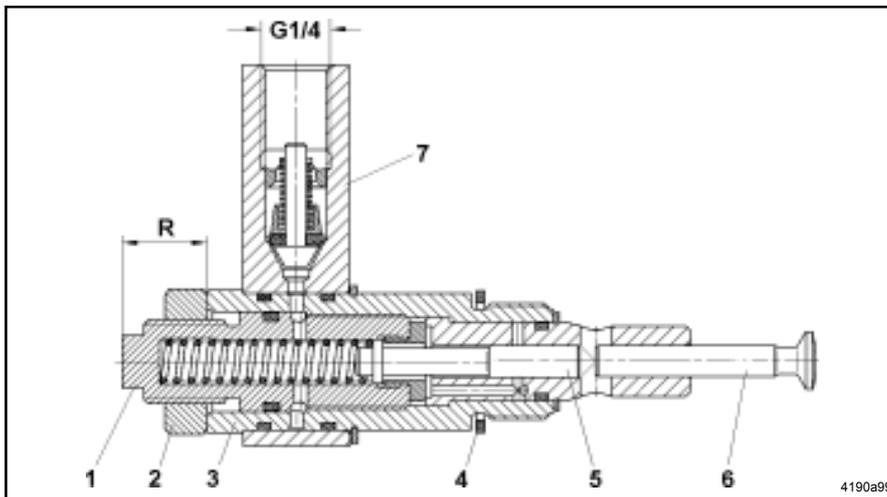

Abb. 4 - Pumpenelement mit Schnittbild
- * Die Gegenmutter (Pos 2, Abb. 4) lockern, dabei die Einschraubhülse (Pos. 3) mit einem zweiten Schlüssel festhalten.
- Das Maß "R" in Abb. 4 gibt die ungefähre Größe der Fördermenge an:
- * Nach der Einstellung Gegenmutter (2) kontern. **Anzugsdrehmoment max. 12 Nm.**
- * Kontrollieren, ob Pumpenelement mit Dichtung versehen ist (siehe Pos. 4, Abb. 4).
- * Das Pumpenelement zunächst von Hand einschrauben und dann mit einem Gabelschlüssel am Einschraubzapfen (Pos. 3, Abb.4) anziehen.
- * Gabelschlüssel am Einschraubzapfen des Pumpenelementes (Pos. 3, Abb. 4) ansetzen und das Pumpenelement vorsichtig herausschrauben.